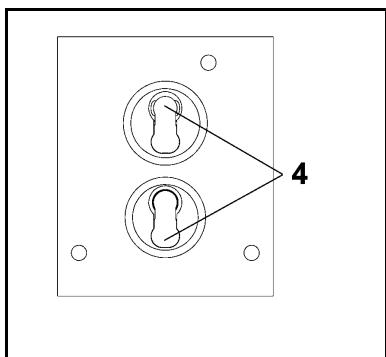

Abb. 7: Lage der Ventilplatten
1. In die Membranaufnahme (14) den neuen O-Ring (18) einlegen.
2. In die Zwischenplatten (3), (7) und (8) die neuen Ventilplatten (Abb. 7/4) sowie die neuen O-Ringe (5) einlegen.
- i** Ober- und Unterseite der Ventilplatten sind identisch. Zur korrekten Lage: siehe Abb. 7.
3. In die Zwischenplatte (3) den neuen O-Ring (6) einlegen.
4. Die Zwischenplatten (3), (7) und (8) auf die Membranaufnahme (14) entsprechend der Filzstiftmarkierungen auflegen.
5. Kopfabdeckung (1) auf das Pumpengehäuse (15) aufsetzen; Befestigungsschrauben (2) über Kreuz handfest anziehen.